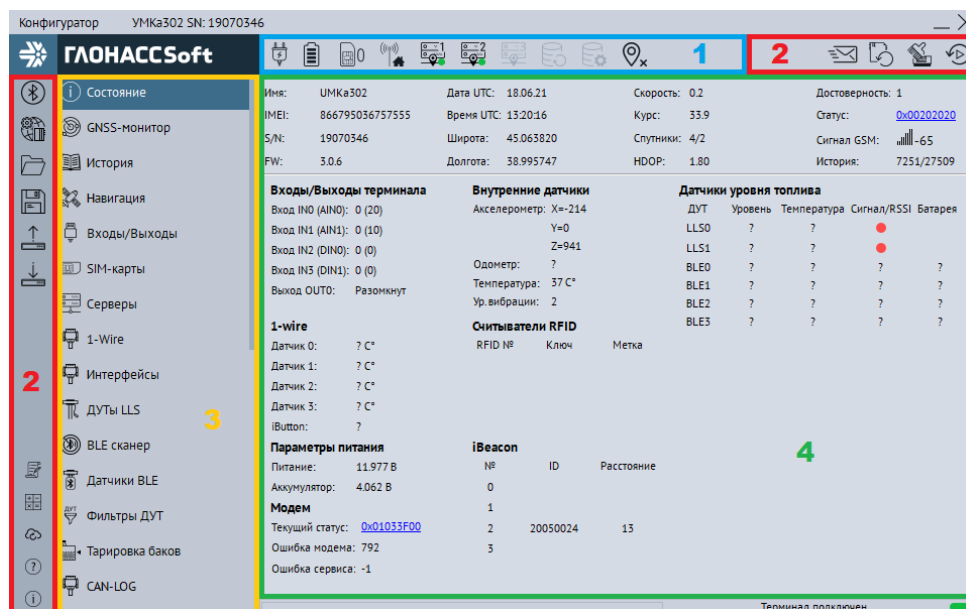

Рисунок 3.8 Стартовое окно «Состояние»
Для запуска приложения, перейдите в «Пуск» → «Все программы» → «Конфигуратор УМКа3ХХ». Откроется стартовое окно конфигуратора (Рисунок 3.8 ), которое условно можно разделить на четыре зоны: Панель статуса (1), панели инструментов (2), дерево настроек (3) и окно отображения информации (4).
Для просмотра и редактирования настроек терминала воспользуйтесь вкладками настроек (Рисунок 3.8 ). При нажатии на вкладку в окне отображения информации можно посмотреть соответствующие значения и настройки и отредактировать их.
На вкладке «Состояние» (Рисунок 3.8 ) отображается общая информация о терминале, состояние входов/выходов терминала, внутренних и внешних датчиков.